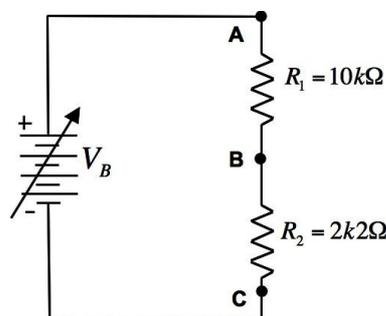

Figura 13: Circuito para a realização dos experimentos do **Procedimento I**.
- 1) Ligue a fonte de alimentação e ajuste a voltagem para $V_B = 0V$ antes de iniciar a montagem do circuito. Monte o circuito mostrado na **Figura 13** abaixo.